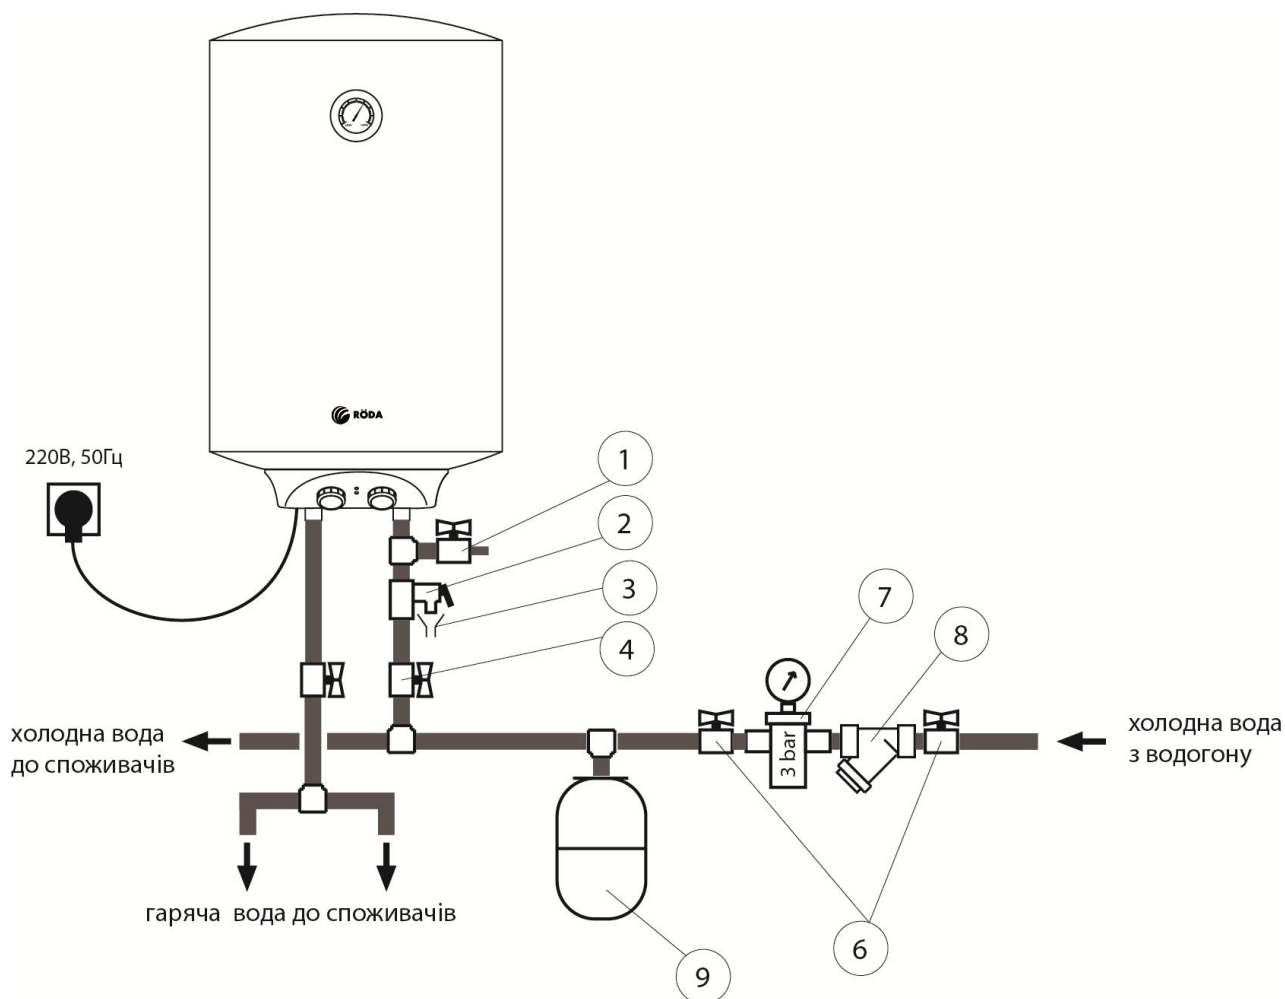

Рис.4 – Схема підключення до водогону.
До патрубку викиду води з запобіжного клапану слід підключити гнучку трубку та вивести її до каналізації. При перевищенні максимального робочого тиску води в водонагрівачі, запобіжний клапан відкриється та зіллє деяку кількість води в каналізацію. При цьому тиск у водонагрівачеві зменшиться. Запобіжний клапан захистить ваш водонагрівач від виходу із ладу при перевищенні тиску. Запобіжний клапан також виконує функцію зворотнього клапану, він не дозволяє воді з приладу витікати в мережу холодного водопостачання. Тому встановлювати запобіжний клапан потрібно тільки на вході холодної води під нагрівачем, як показано на рис. 4.
Відсічні крани 4 (див рис.4) призначені для відключення водонагрівача при проведенні робіт з ремонту або технічного обслуговування.
- Запобіжний зворотній клапан слід встановлювати на вході холодної води (див. рис. 4)
- Під час нагріву води з отвору викиду води запобіжного клапана може надходити вода. Це нормальне явище. Однак, у випадку великих витоків слід зв'язатися з фахівцями з технічного обслуговування. Отвір викиду води із запобіжного клапана ні за яких обставин не повинен бути заблокований, в іншому випадку це може призвести до виходу водонагрівача з ладу. При частому спрацюванні запобіжного клапана необхідно проконтролювати тиск холодної води на вході і якщо він перевищує 6 бар встановити редуктор тиску та розширювальний бак (див рис.4).
- Для зливу води з водонагрівача краще встановити додатковий кран, як вказано на рис.4 , поз 1. Також злити воду з водонагрівача можна за допомогою зворотнього запобіжного клапана, перекривши при цьому подачу холодної води у водонагрівач, відкривши дренажну ручку на запобіжному клапані. При цьому злив води з водонагрівача повинен здійснюватися через дренажний отвір у клапані в систему відводу каналізації (при зливі води відкрийте на змішувачі кран гарячої води для впуску повітря)
- Відкрити кран зливу води з водонагрівача (поз 1 на рис.4) або відкрити запобіжний клапан та злити воду з нагрівача. Для злиття води використовуйте гумову трубку направлену в каналізацію. Кран гарячої води на змішувачі повинен бути відкритий під час зливу.